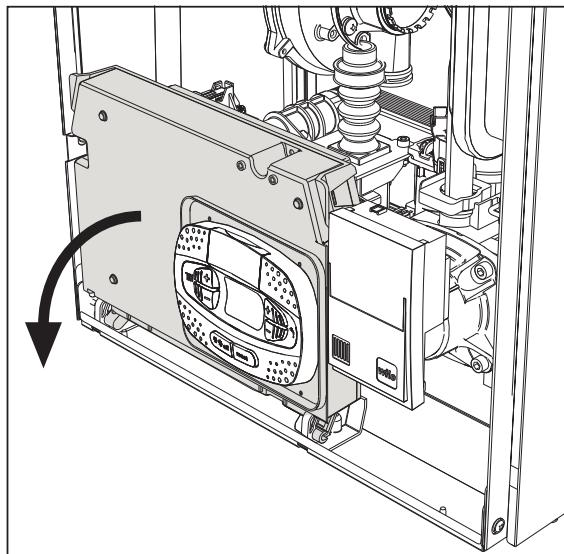
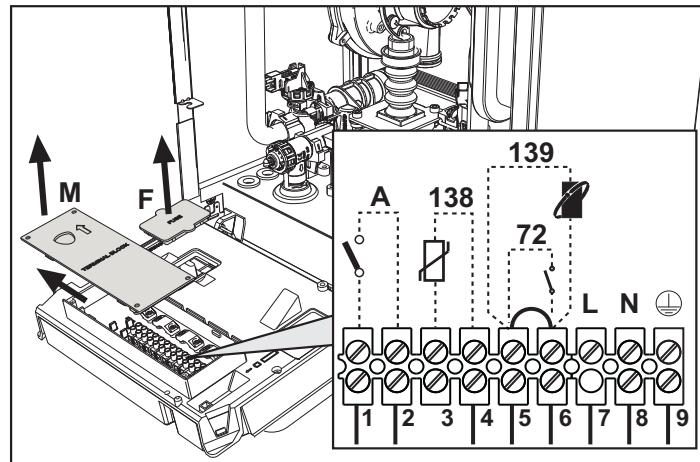

fig. 19
fig. 20
Dopo aver tolto il pannello frontale (sez. "Apertura del pannello frontale" a pag. 33) è possibile accedere alla morsettiera (M) e al fusibile (F) seguendo le indicazioni descritte di seguito (fig. 19 e fig. 20). **I morsetti indicati nella fig. 20 devono essere a contatti puliti (non 230V).** La disposizione dei morsetti per i diversi allacciamenti è riportata anche nello schema elettrico alla fig. 62.